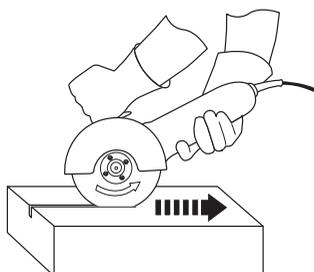

Fig. 21
6. Dirija el producto con firmeza en el sentido de la flecha para completar la acción de corte (Fig. 21).